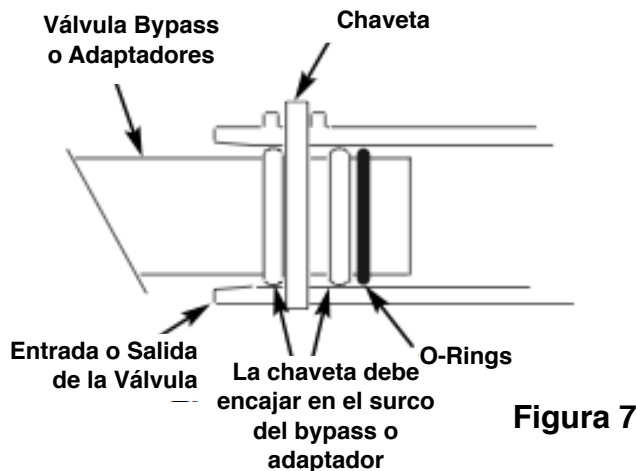

Figura 7
6. Inserte la válvula de bypass en la entrada (IN) y en la salida(OUT) de la válvula del ablandador, hasta que tope al fondo. Instale las dos chavetas desde arriba para abajo, como se indica(Figura 7 & 8).
7. LOS ADAPTADORES DE COBRE SE DEBEN SOLDAR SIN ESTAR MONTADOS EN LA VÁLVULA DE BYPASS. Existen terminales en PVC para pegar, los cuales se venden por separado. Inserte los adaptadores, hasta que tope al fondo. Instale las dos chavetas desde arriba para abajo, como se indica(Figura 7 & 8).